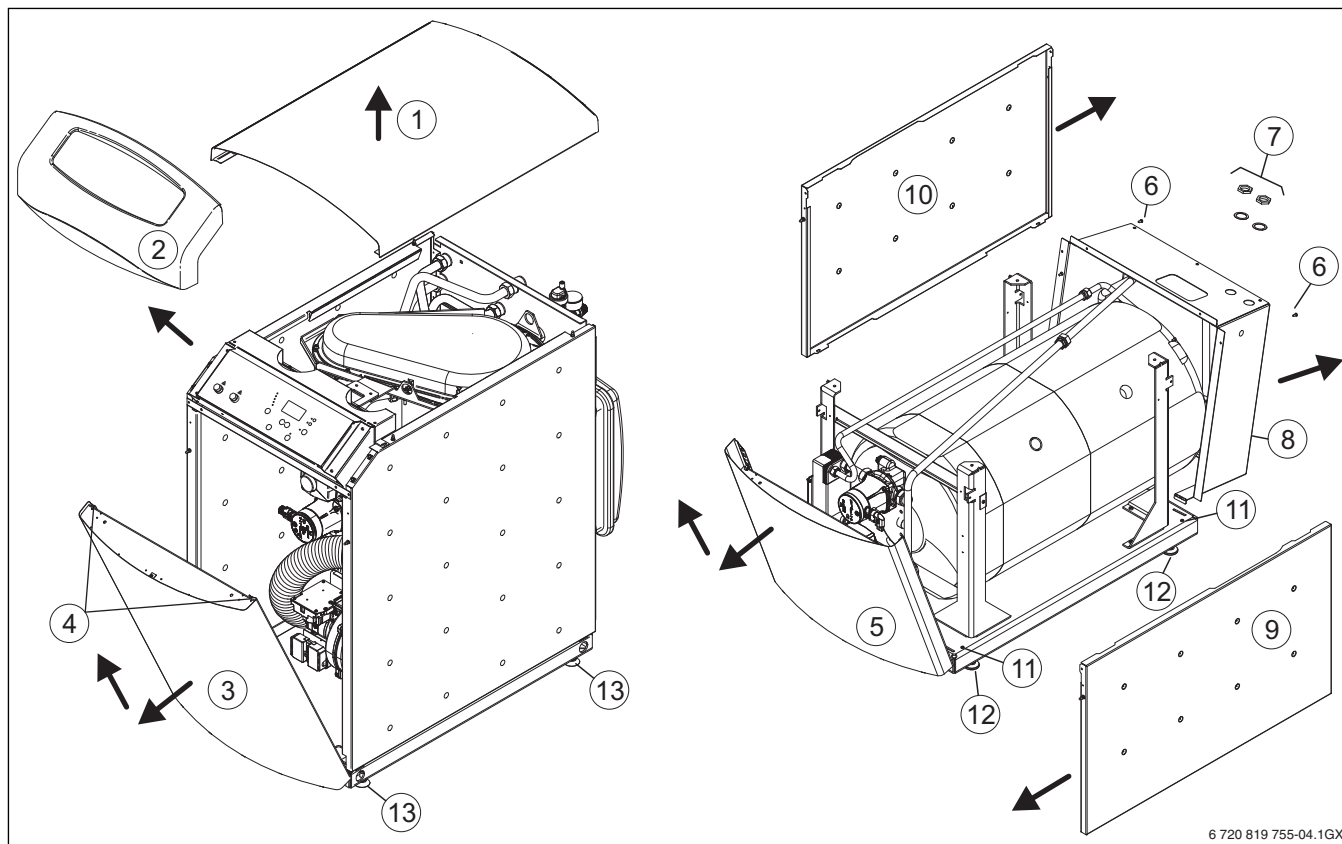

Fig. 6
- le capot arrière (→ [8], fig. 6, page 9),
- les 2 écrous et rondelles (→ [7], fig. 6, page 9),
- les 2 panneaux de côtés (→ [9] et [10], fig. 6, page 9).